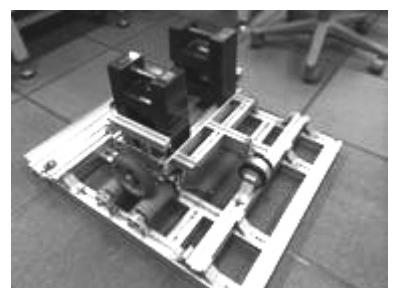

図2. 移動機構の耐久性試験
③はハードウェアの故障によるもので、改良だけでは故障を防ぐことはできない。ロボットの耐久性試験（図2）を行い、耐用年数を考慮した設計を行わなければならない。